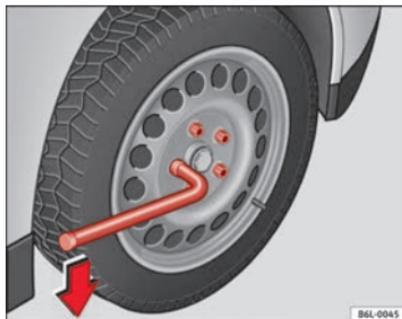

Abb. 133 Radwechsel: Radschrauben lockern
- Greifen Sie das Ende des Radschlüssels und drehen Sie die Schraube etwa eine Umdrehung nach **links** ⇒ Abb. 133.